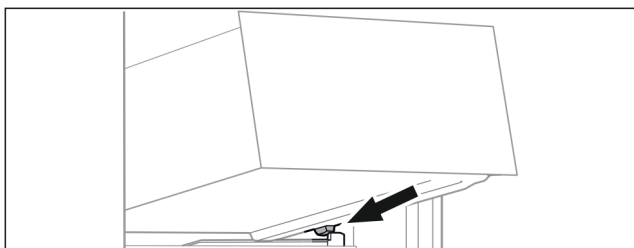

Fig. 132
- ▶ Helyezze a fiókot ferdén az ütközők mögé, a tartóbordára. (lásd Fig. 132)